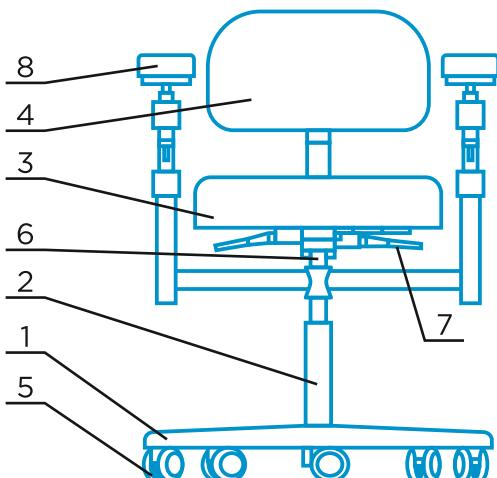

Рис. 1. Стул медицинский
4.2. Крестовина (1) (см. рис. 1), установлена на поворотных колесах (5). В центре крестовины установлен газлифт (2), на шток которого (коническая часть) установлена пиястра а, на ней крепится сиденье (3).